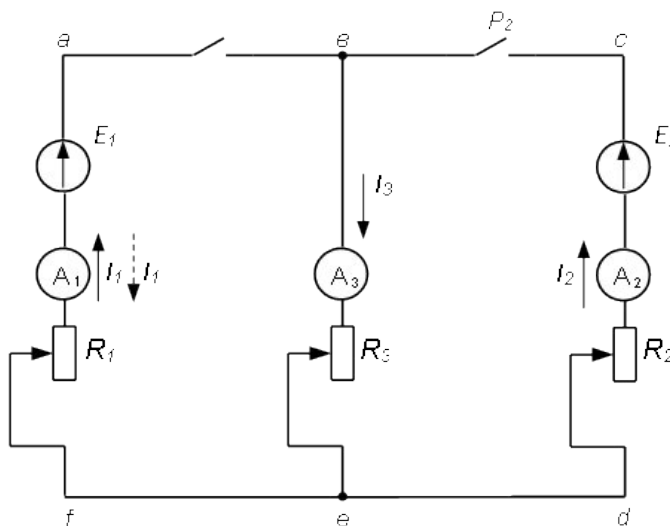

Рисунок 1.3 – Схема для проверки второго закона Кирхгофа
Ветвью электрической цепи называется участок электрической цепи, заключенный между двумя узлами (например, контур  $abefa$  на рис. 1.3).
Покажем это на примере (рис. 1.3)
3. Собрать схему (рис. 1.3) для проверки второго закона Кирхгофа.